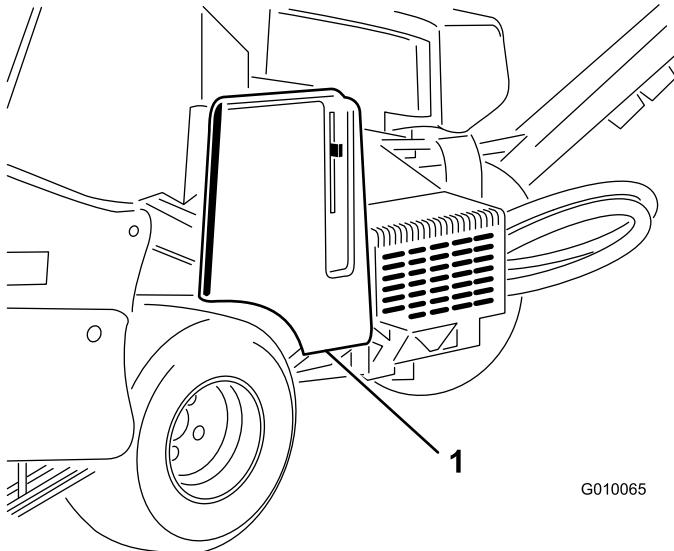

Figura 55
2. Destranque e retire a cobertura da correia (Figura 55).